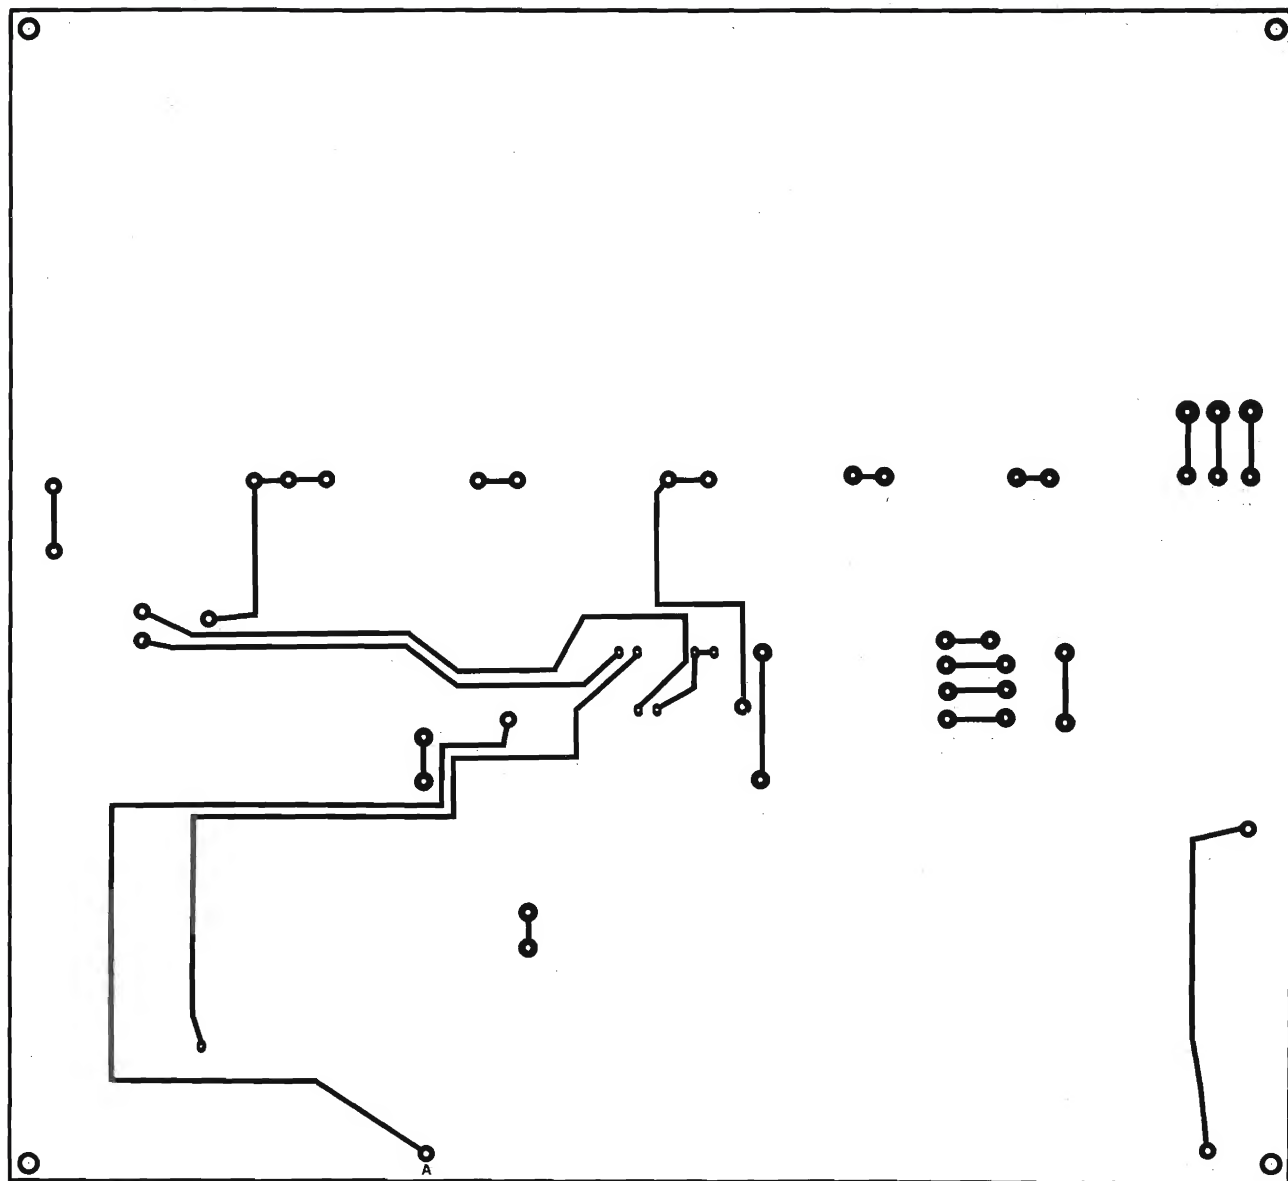

Fig. 3 - Circuito stampato, della pista superiore, visto dal lato componenti.
12 V e il (+) batt. 12 V sull'interruttore e l'uscita dello stesso con il corrispondente punto (J), dove fanno capo, l'uscita ed entrata dei circuiti integrati IC1 e IC2 e dei condensatori C5 e C6. Prima di proseguire il montaggio degli altri componenti è consigliabile provare l'alimentatore, verificando se sulle due uscite, sono presenti le rispettive tensioni, di + 5 V (uscita di IC2) e + 12 V (uscita di IC1). Verificate le condizioni ottimali di funzionamento dell'alimentatore, proseguite con il montaggio dei componenti relativi al circuito "Contatore" a 4 cifre, facendo riferimento alla fig. 3, dello schema elettrico pubblicato nella prima parte. Come prima cosa è consigliabile saldare le resistenze R2, R3, R4, R5, R6, R7, R8, R9, quindi saldate i condensatori C1, C2, C3, questi ultimi condensatori elettrolitici al tantalio, dovranno essere saldati, rispettandone la loro polarità. Continuate saldando le due impedenze J1 e J2 (VK 200) ed infine montate lo zoccolo (a 18 pin) del circuito integrato IC1 e i transistori TR1, TR2, TR3, TR4, rispettan-
**N.B.** - Tutti i punti che figurano sullo schermo elettrico, (vedi fig. 3), pubblicato nella prima parte e cioè i punti E, F, A, B, D, R, M, risultano già collegati nel circuito stampato.